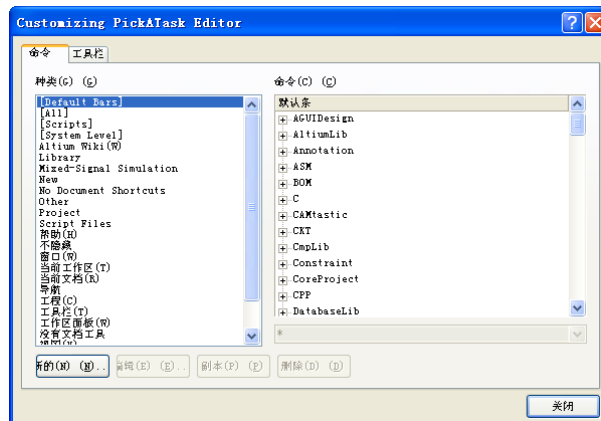

图 1-6 “Customizing PickATask Editor”对话框
- “自定义”命令：用于自定义用户界面，如移动、删除、修改菜单栏或菜单选项，创建或修改快捷键等。单击该命令弹出的“Customizing PickATask Editor（定制原理图编辑器）”对话框如图 1-6 所示。